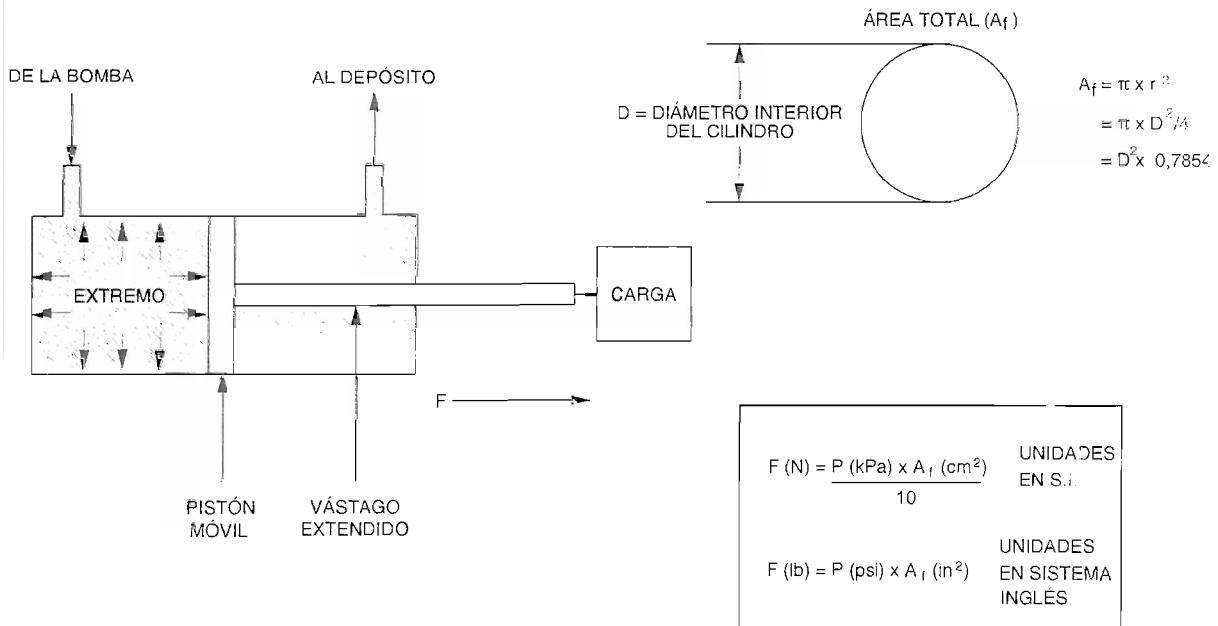

Figura 2-14. Cilindro impulsando una carga.
En la Figura 2-14, el aceite de la bomba está confinado en el lado émbolo del cilindro. Como resultado, la presión se genera en el extremo émbolo del cilindro. Esta presión es ejercida por igual sobre la superficie completa del extremo émbolo del cilindro. Actúa en el pistón, dando como resultado una fuerza mecánica para **impulsar** la carga.
2. Si el diámetro interior, D , de un pistón del cilindro es igual a 3,81 cm (1,5 pulg.), calcule el área total, A_t , de este pistón. Utilice la fórmula mostrada en la Figura 2-14. Esta es proporcionada a continuación para su conveniencia.